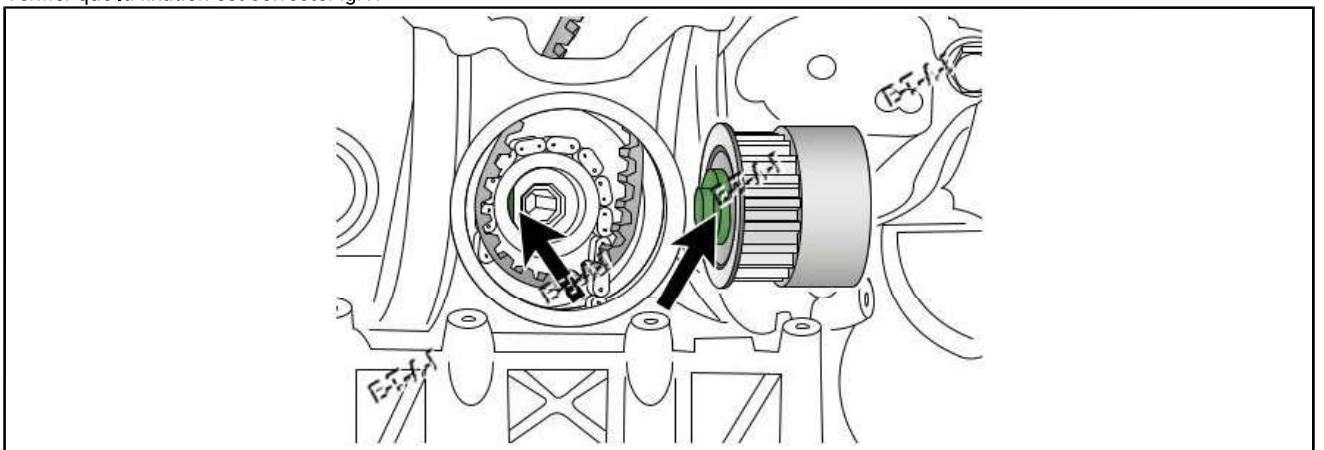

Fig.17
- Vérifier que la fixation est correcte Fig.17